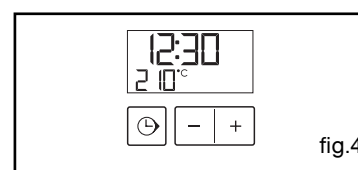

fig.4
Prima a tecla “⌚” para validar (fig.4).
Exemplo: indicação de temperatura 210°C (fig.4).
- o indicador de duração de cozedura e 0:00 piscam (fig. 4).
O visor volta para a hora do dia quando voltar a colocar o selector de funções na posição 0 (fig.4).